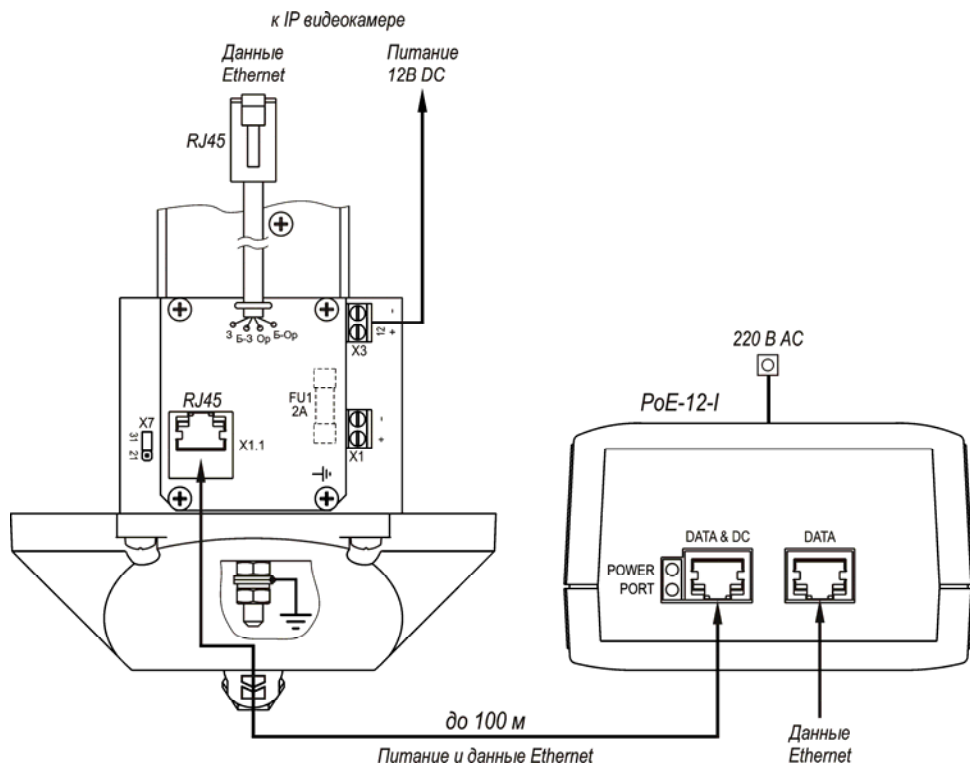

Рис.4 Схема подключения IP-видеокамеры
1. Кронштейн ТГБ-3 для крепления IP-видеокамеры ТВК-93 PoE на опоры  $\varnothing 115 \div 135$  мм (другой размер – под заказ). Монтаж кронштейна см. рис.4.
\* Предприятием изготовителем джампер X7 установлен в положение «31» - мощность обогрева 31 Вт, для изменения мощности на 21 Вт джампер X7 необходимо переставить в положение «21» (см. рис.4).
Через разъем «Data» (см. рис.4) осуществляется обмен данными по сети Ethernet.
5. При необходимости изменить мощность обогрева гермобокса, выкрутить 4 винта крепления задней крышки гермобокса, выдвинуть модуль видеокамеры из кожуха и установить джампер X7 в нужное положение (рис.4). Установить модуль видеокамеры обратно в кожух. Закрыть 4 винта крепления задней крышки с усилием  $5 \pm 0,5 \text{ Нм}$ .